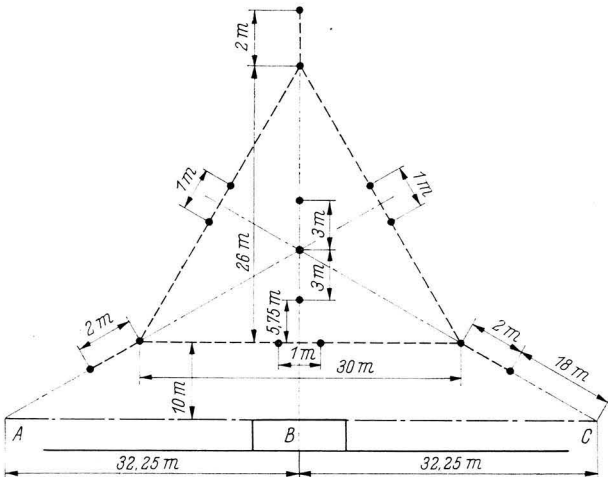

Bild 1
Schon kurz nach dem zweiten Weltkrieg beschäftigten sich Radiobastler und Schiffsmodellbauer damit, ihre Modelle über Funk fernzusteuern. Hatten Anfangs die mit Radoröhren bestückten Sendeanlagen noch die Größe eines mittleren Reisekoffers, so entstanden mit der Weiterentwicklung der Transistortechnik auch schnell handlichere Geräte, die heute kaum größer sind, wie eine Zigarrenkiste. Nun entwickelte sich auch eine besondere Klasse (F) für Modelle, die während des Wettkampfes auf einem besonderen Kurs — unser Bild 1 demonstriert den Grundaufbau des Bojendreiecks — ein entsprechendes Programm absolvieren müssen. Dabei werden die einzelnen Disziplinen nach Geschwindigkeits- und Figurenkurskategorien sowie nach Gruppenmanövern oder Sonderfunktionen unterteilt. Während F1-Modelle ausschließlich für Geschwindigkeits-